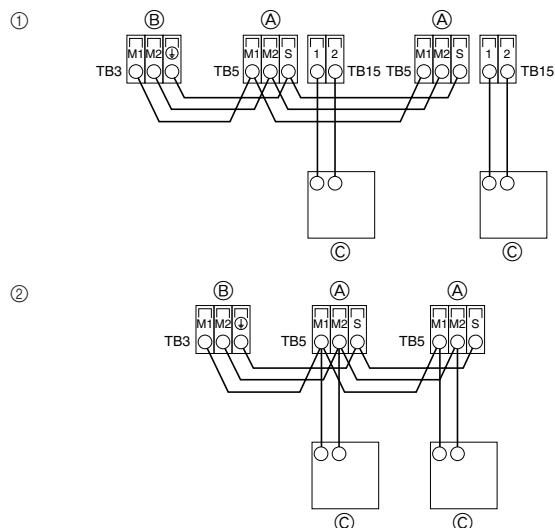

Fig. 4-2
4.2. Collegamento del comando a distanza e dei cavi di trasmissione delle sezioni interne ed esterne (Fig. 4-2)
- ① Comando a distanza MA
- ② Comando a distanza in rete